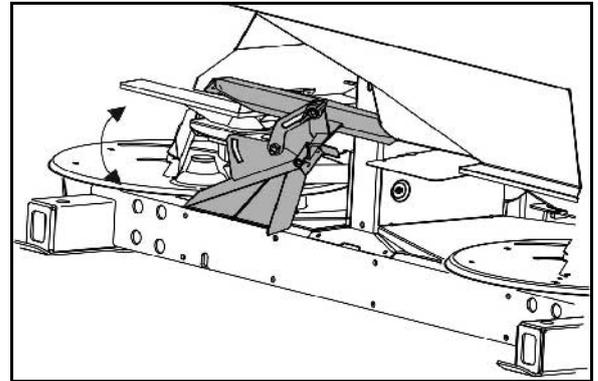

Fig. 29
5. Depositar el árbol de transmisión en el soporte previsto (Fig. 29/1).